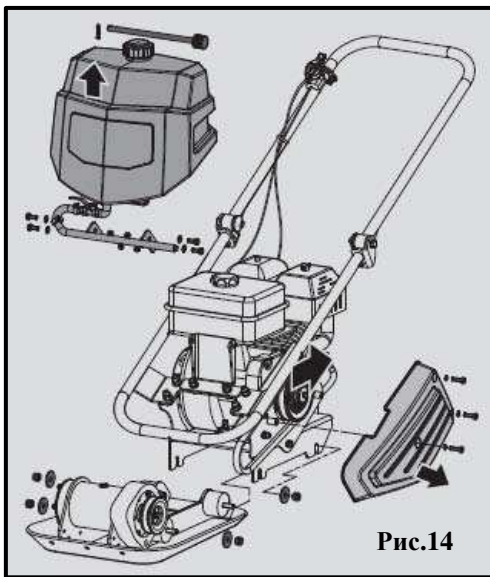

Рис.14
- Витягніть болти, що кріплять опорну плиту до корпусу (Рис. 14).